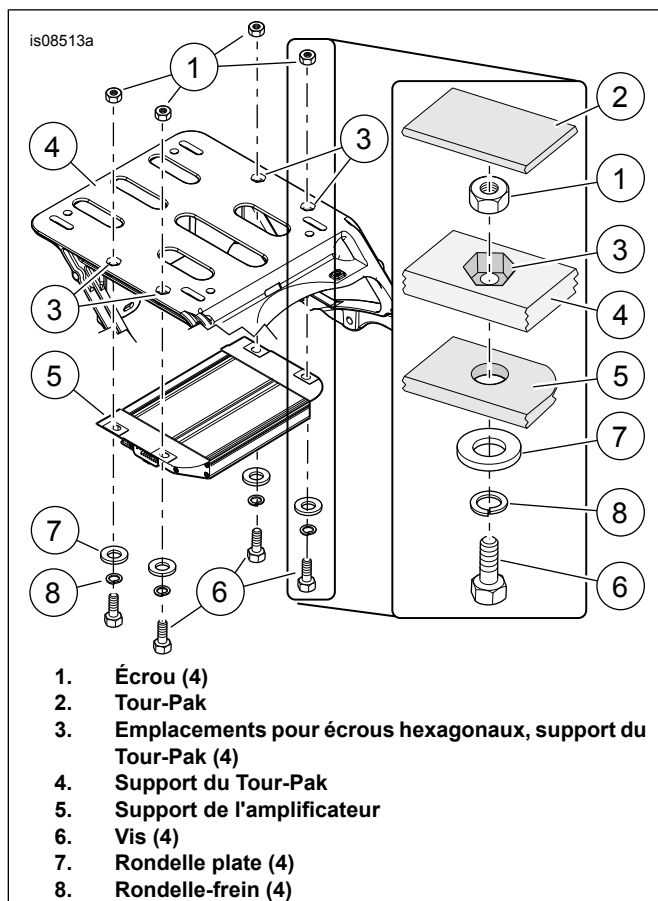

Figure 2. Installation de l'amplificateur
Voir Figure 2. Placer les écrous hexagonaux (1) dans les emplacements correspondants (3) du support du Tour-Pak (5).